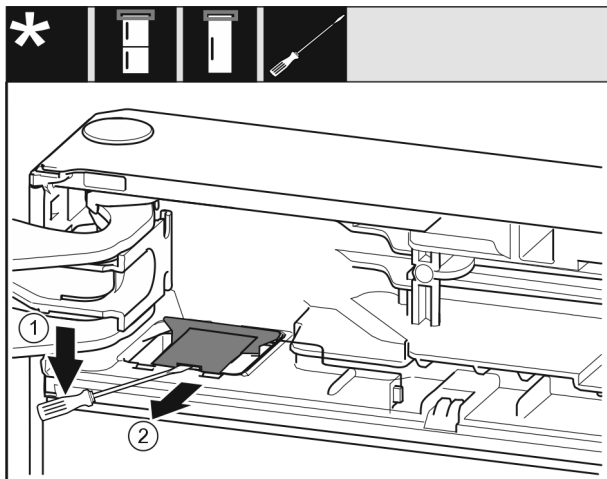

Fig. 11
- ▶ Odvijačem s ravnom glavom podignite poklopac Fig. 11 (1).
- ▶ Izvadite poklopac Fig. 11 (2).